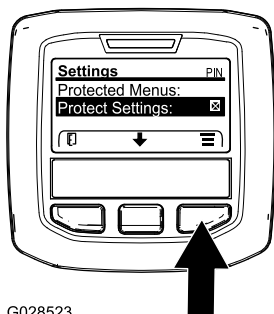

Figura 40
1. Desde el MENÚ PRINCIPAL, use el botón central para desplazarse hacia abajo hasta el menú AJUSTES y pulse el botón derecho (Figura 40).